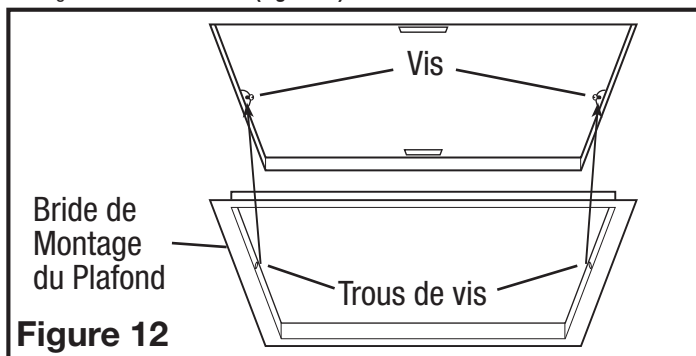

Figure 12
- Installez la bride de montage au plafond pour couvrir tous les espaces qui existent entre le boîtier et le plafond fini. Retirez les deux vis qui relient la bride de montage au boîtier. Placez un scellant (non fourni) sur le bord intérieur de la bride de montage au plafond pour assurer que la bride est scellée au plafond. Alignez les trous de vis dans la bride de montage au plafond avec les trous de vis à l'intérieur du boîtier et appuyez la bride en place afin qu'elle soit bien serrée contre le plafond. Réinstallez les vis de la bride de montage à l'intérieur du boîtier (Figure 12).